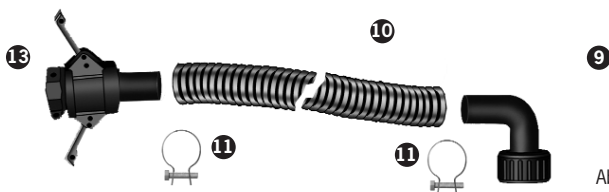

Abb. 14
- Schnellkupplung mit Spiralschlauch und Überwurfmutter mit Schlauchschellen montieren (Abb. 14). Nur bei Ersatzteil oder Reinigung.